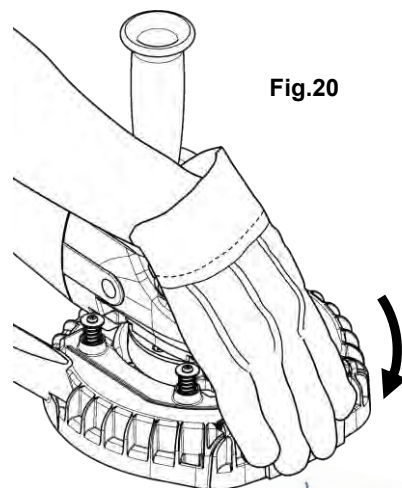

Fig.20
8. Slå av vinkelsliperen og støvsugeren, og deretter lukk frontlokket. (Fig.20)